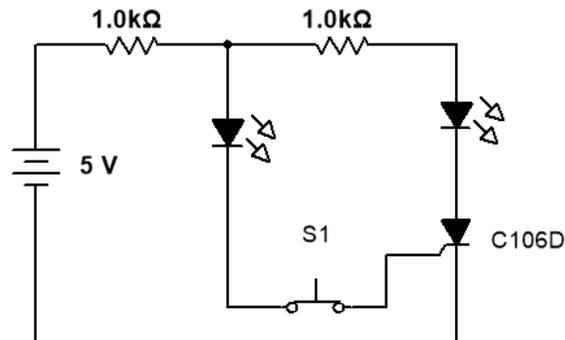

Figura 5.10. Circuito de experimento 1.
1.1 Alambre el circuito de la figura 5.10.